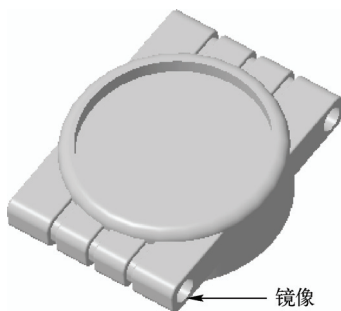

图 17-45 创建镜像特征二
STEP 04 在模型树中依次选择“组 LOCAL_GROUP”“镜像 1”和“拉伸 5”选项，使用“镜像”命令，选择“RIGHT”平面作为镜像平面，然后单击“完成”按钮，完成镜像特征的创建，如图 17-45 所示。